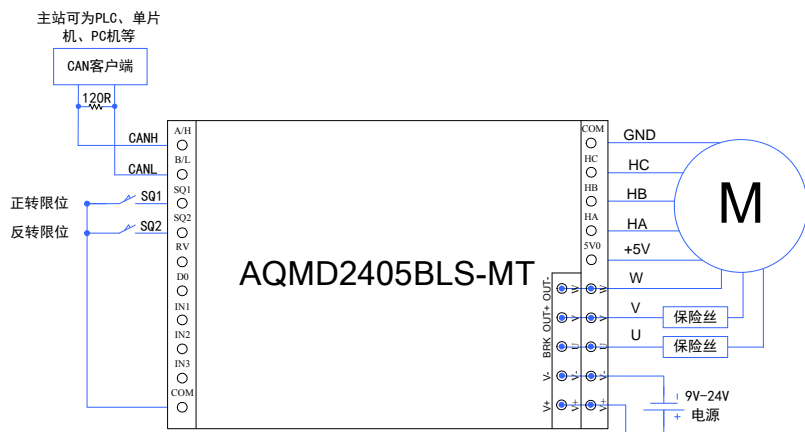

图 3.6 CAN 通讯电源及电机接线图
- 6) 若主站/客户端为CAN设备,CAN主站/客户端与驱动器的485/CAN接口按照CANH-CANH、CANL-CANL的方式连接,并且CAN总线上至少要并联一个120Ω的电阻才能正常通讯,如图3.6所示,然后接通电源(注意:电源的电压与电机的额定电压一致,且能够提供的电流大于电机的额定电流)。